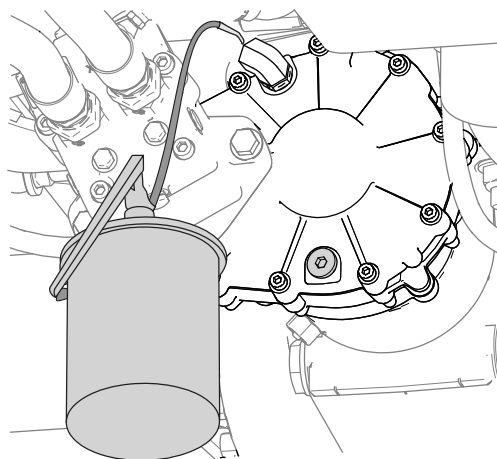

Figura 112
6. Llene la caja de engranajes con 0.34 litros (11.5 onzas fluidas) del aceite especificado a través del acoplamiento de 90° (Figura 112).